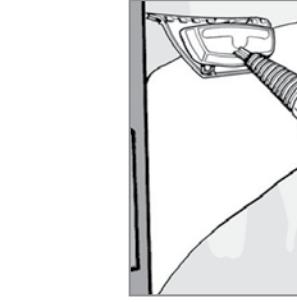

Fig. 8
Le tuyau souple (O) se monte sur la buse articulé (B). On peut ensuite monter la brosse ronde (L), le bec incliné (M), le bec long (N) et la brosse pour tissus (P) sur la partie hexagonale. La brosse pour tissus est équipée d'un chiffon à monter pour le nettoyage de surfaces délicates comme divans et fauteuils, ainsi que d'un accessoire lave-vitres qui se monte comme illustré à figure 8.